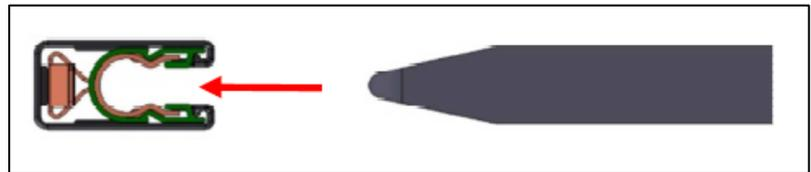

図 47: 給電ジョイント組立ツール MG-SW10 で溝幅を広げる場合の使用
- 曲げ部の変形確認のため給電ジョイント組立ツール MG-SW10 の金属ガイドの間にコンダクターレールを通します。コンダクターレールの溝幅(5.5mm)確認のため集電子がスムーズに通過することを確認します。溝幅が狭くなっている場合は、給電ジョイント組立ツール MG-SW10 の傾斜しているプラスチック部で修正が可能です。図 47(25 ページ)参照。
MG-SW10を使用してレール溝幅を広げる場合はツールのプラスチック部をコンダクターレールの開口部に押し込んで広げます。図47(25ページ)参照。特殊保護接地(PE-VP)には適用しないでください。